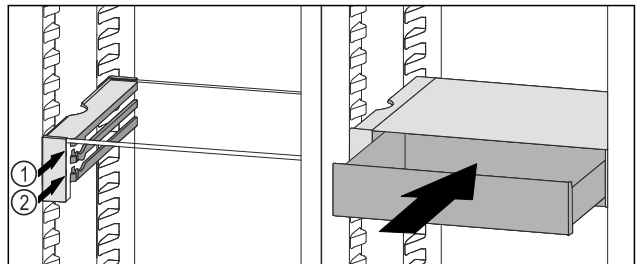

Fig. 93
- VarioSafe-Schubfach hinter den Stoppern auf gewünschter Rippe Fig. 93 (1) oder Fig. 93 (2) aufsetzen.